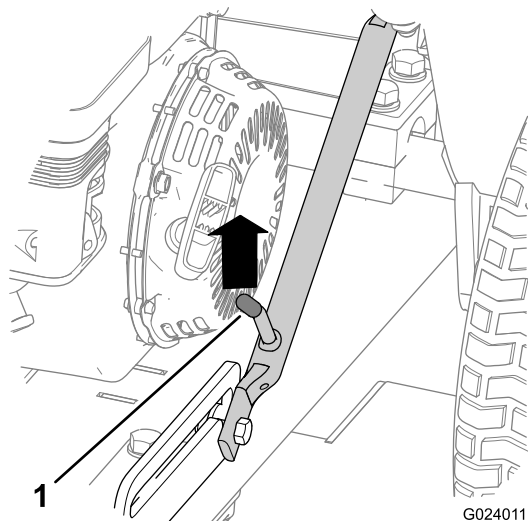

Рисунок 6
3. Поднимайте сцепку в сборе, пока фиксирующий рычаг не выйдет из зацепления с прорезью защелки (Рисунок 6).